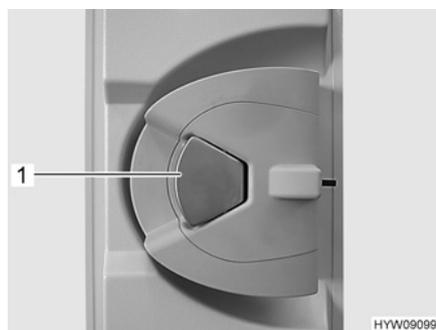

Fig. 18 Cerradura de la puerta (puerta de entrada, en el interior)
- Cuando la cerradura de la puerta está bloqueada: Tirar una vez del tirador de la puerta (Fig. 18,1). La puerta está desbloqueada.
- Tirar del tirador de la puerta (Fig. 18,1). La puerta está abierta.
- Presionar el tirador de la puerta (Fig. 18,1).